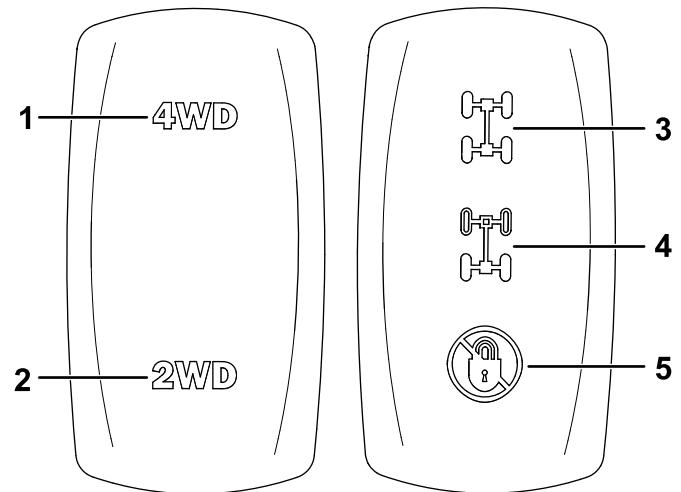

Figure 86
2. Appuyez sur le haut du sélecteur de modes 2 roues motrices/4 roues motrices (Figure 86) pour engager le mode 4 roues motrices.
Sans appuyer sur la pédale d'accélérateur, désengagez le mode 4 roues motrices en appuyant sur le bas du sélecteur de modes 2 roues motrices/4 roues motrices (Figure 86).
- Placez la commande de blocage des différentiels à la position centrale pour bloquer le différentiel arrière (Figure 86).
Placez la commande de blocage des différentiels à la position supérieure pour bloquer les différentiels avant et arrière (Figure 86).
Sans appuyer sur la pédale d'accélérateur, désengagez le blocage du ou des différentiels en appuyant sur le bas de la commande de blocage (Figure 86).